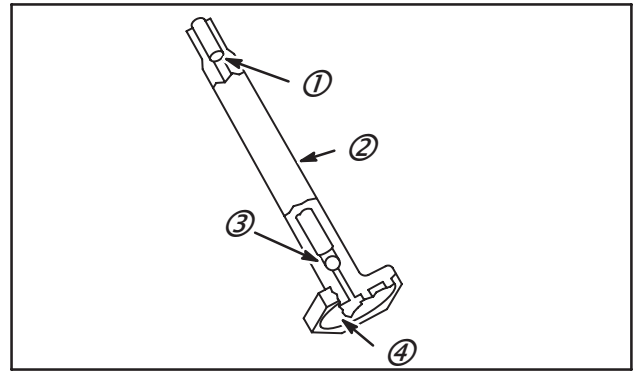

Fig. 26
NOTE : Le tube plongeur d'essence en nylon (2) des carburateurs Vacu-Jet contient un manchon métallique (1) et une bille clapet (3). Pour fonctionner correctement, le tamis (4) doit être propre et la bille doit être libre. Si ce n'est pas le cas, remplacer le tube, Fig. 26.